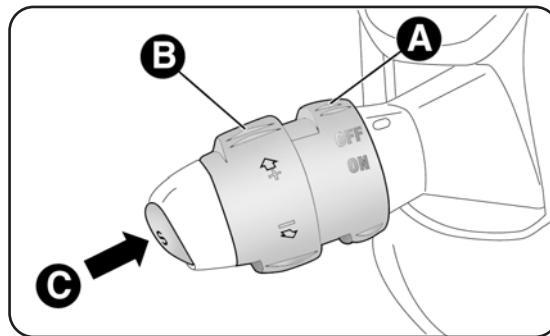

fig. 31
Tourner la bague A-fig. 31 en position ON.
- tourner la bague A-fig. 31 sur ON et appuyer sur la pédale de l'accélérateur jusqu'à atteindre la vitesse souhaitée ;
- appuyer sur le bouton C-fig. 31.
- en tournant momentanément la bague B-fig. 31 vers le haut (+).
- en maintenant la bague B-fig. 31 tournée vers le bas (-) jusqu'à atteindre la nouvelle vitesse qui restera automatiquement mémorisée.
Tourner la bague A-fig. 31 sur OFF ou la clé de contact en position STOP. Par ailleurs, le dispositif est automatiquement désactivé dans l'un des cas suivants :
En cas de dysfonctionnement ou d'anomalie du dispositif, tourner la bague A-fig. 31 sur OFF et s'adresser au Réseau Après-vente Lancia après avoir vérifié le bon état du fusible de protection.